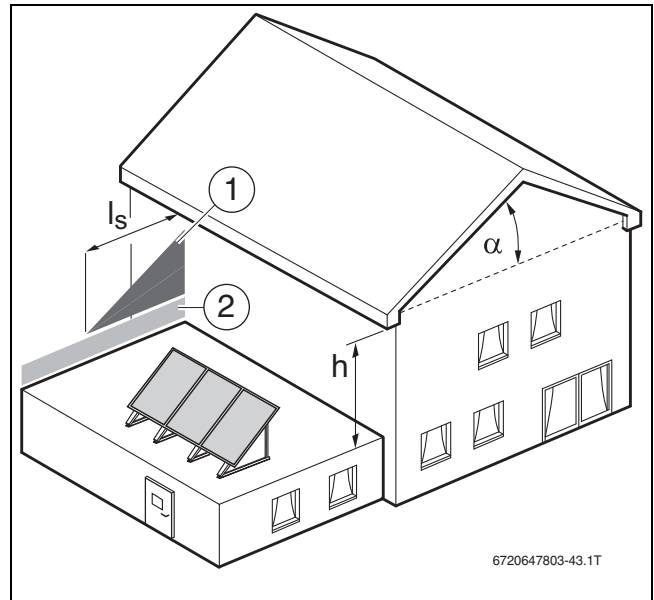

Рис. 13
- Учитывайте уступы крыши (→ рис. 13).
Учитывайте уступы крыши, так как снег, сползающий с крыш с наклоном  $\alpha > 15^\circ$ , создаёт дополнительную нагрузку. Длина сползшего снега зависит от высоты крыши (→ рис. 13):  $l_s = 2 \times h$